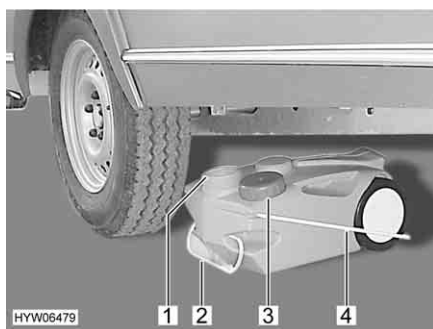

Bild 150 Avloppstank, mobil
- Stäng avloppstankens öppning (Bild 150,1) med locket (Bild 150,3).
- Drag i handtaget (Bild 150,2) för att dra ut avloppstanken.
- Fäll upp bärhandtaget (Bild 150,4) och ställ upp avloppstanken.